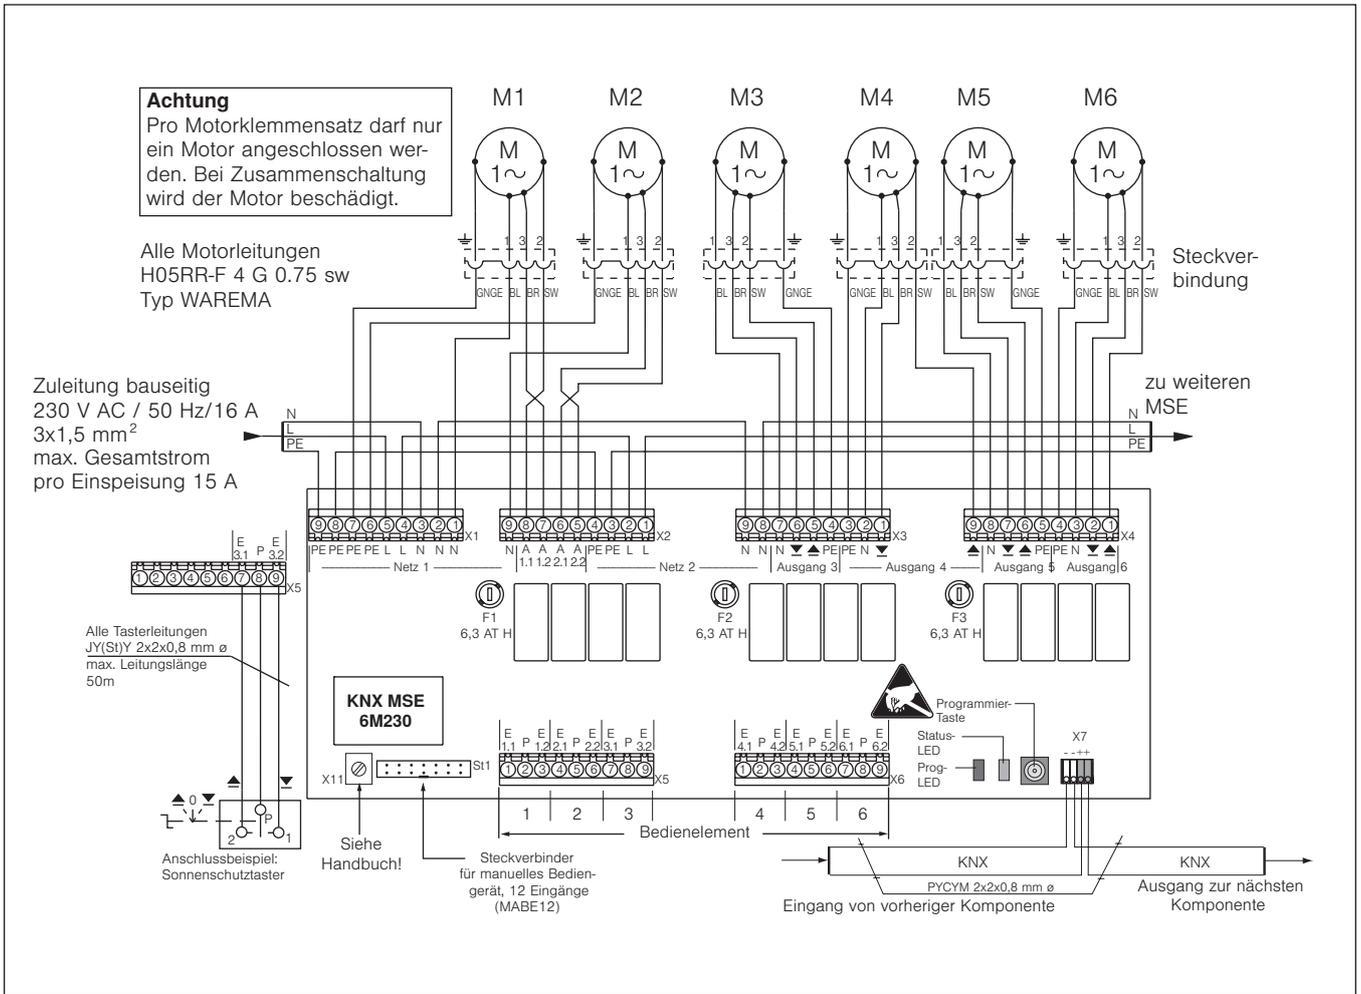
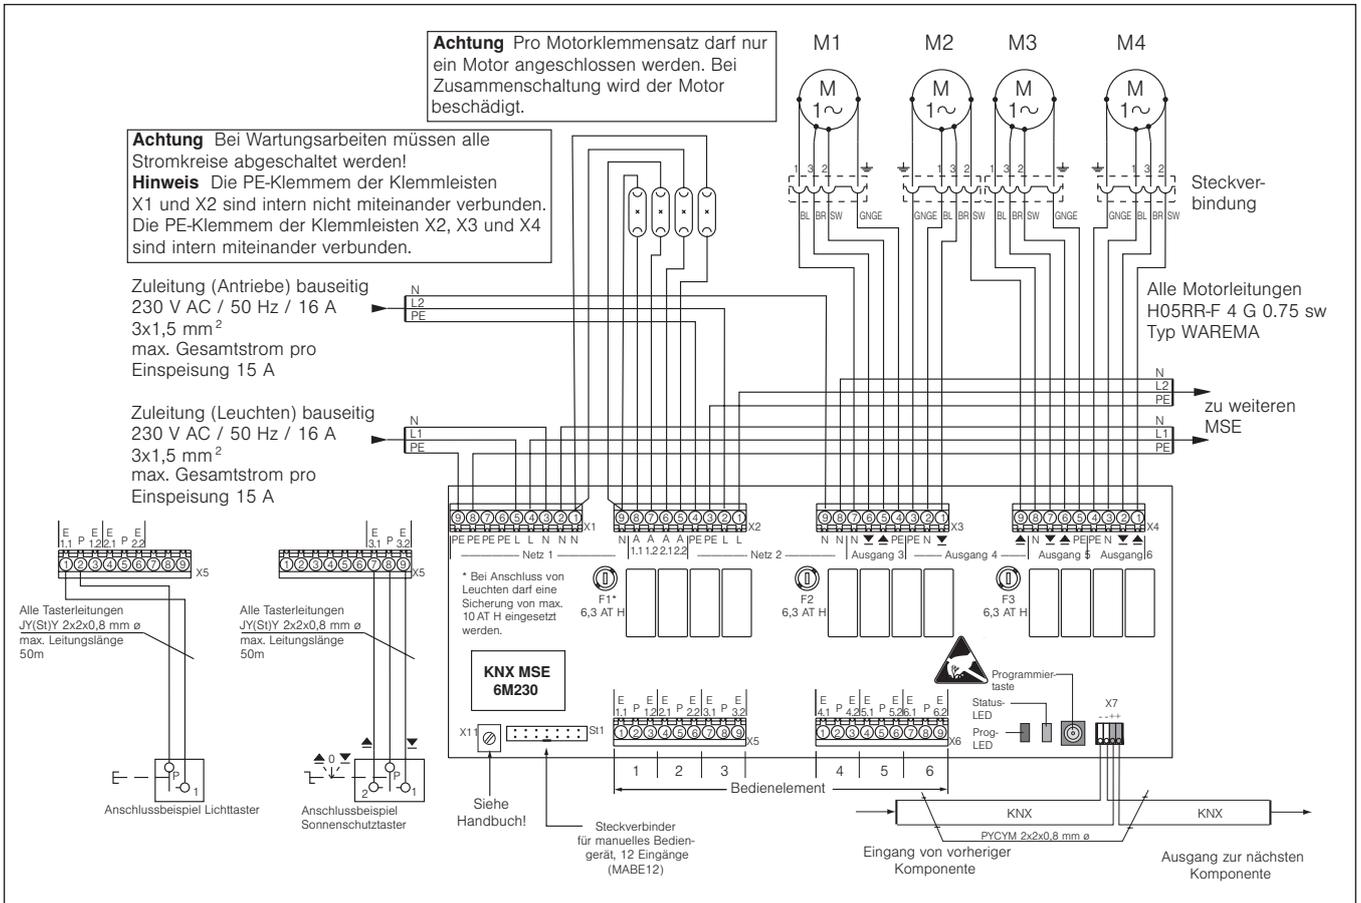

Abb. 6 KNX MSE 6M230 / 6 Antriebe
Abb. 7 KNX MSE 6M230 / 4 Antriebe und 4 Leuchten
Der elektrische Anschluss der Motorsteuereinheit erfolgt nach umseitigem Anschlussplan (siehe Abb. 6 und Abb. 7).
- Drücken Sie die Programmieraste (Abb. 7), um das Gerät in den Programmiermodus zu versetzen. Bei aktiviertem Programmiermodus leuchtet die rote LED. Die Programmierung erfolgt durch PC und entsprechende Software. Diese Software beendet den Programmiermodus automatisch. Die rote LED erlischt.